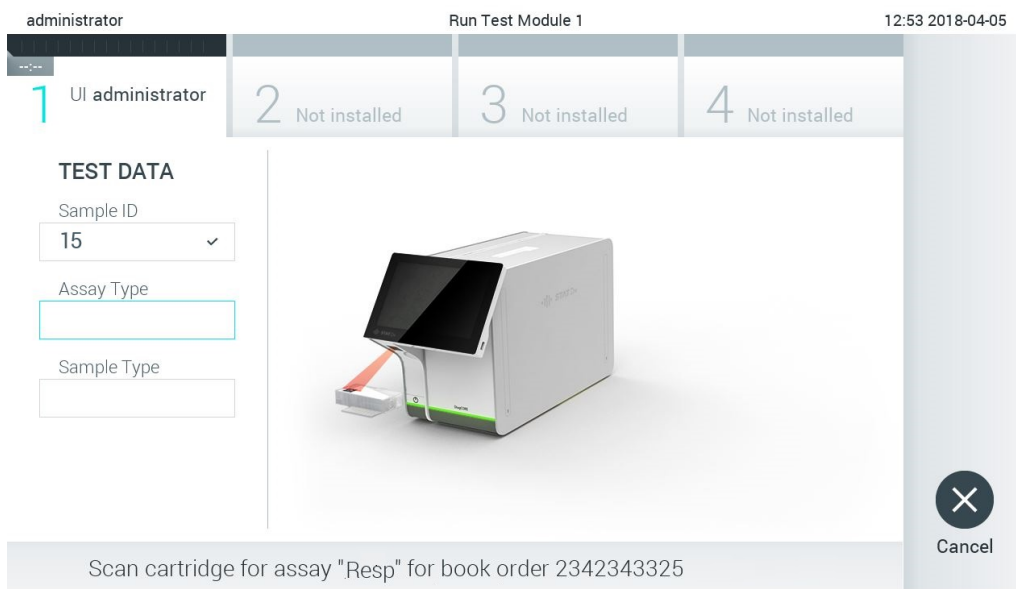

图 74. 扫描 QIAstat-Dx 检测试剂盒条形码。
- 从主机成功检索测试单后，将会显示“Scan cartridge for assay <assay\_name> and book order <order\_number>”（扫描检测 <检测名称> 和工作单 <工作单编号> 的试剂盒）。扫描指定的 QIAstat-Dx 检测试剂盒的条形码（图 74）。